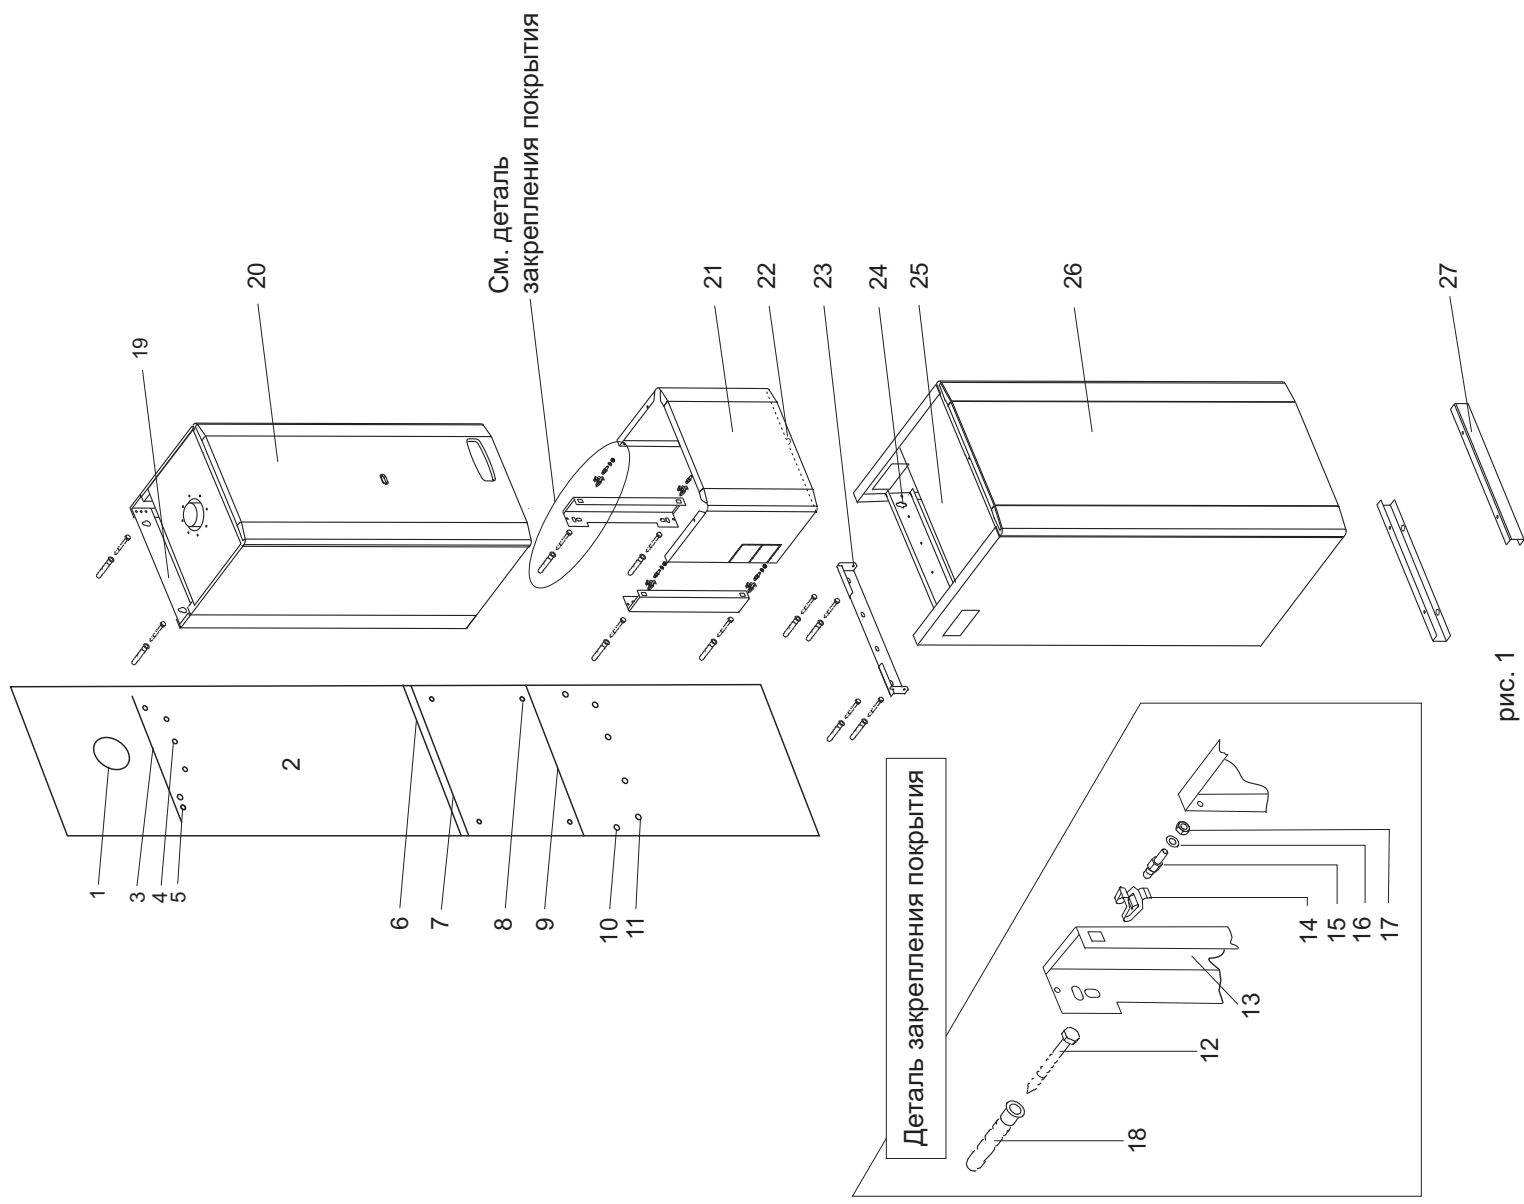

рис. 1
14. Закрепите с помощью винтов и прокладок боковые планки комплекта и установите переднее покрытие присоединительного комплекта. При ее установке будьте внимательны, чтобы покрытие было правильно закреплено своими прорезями с арретирующим винтом, который размещен на резервуаре (рис. 1).